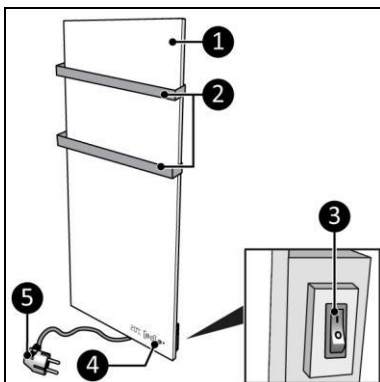
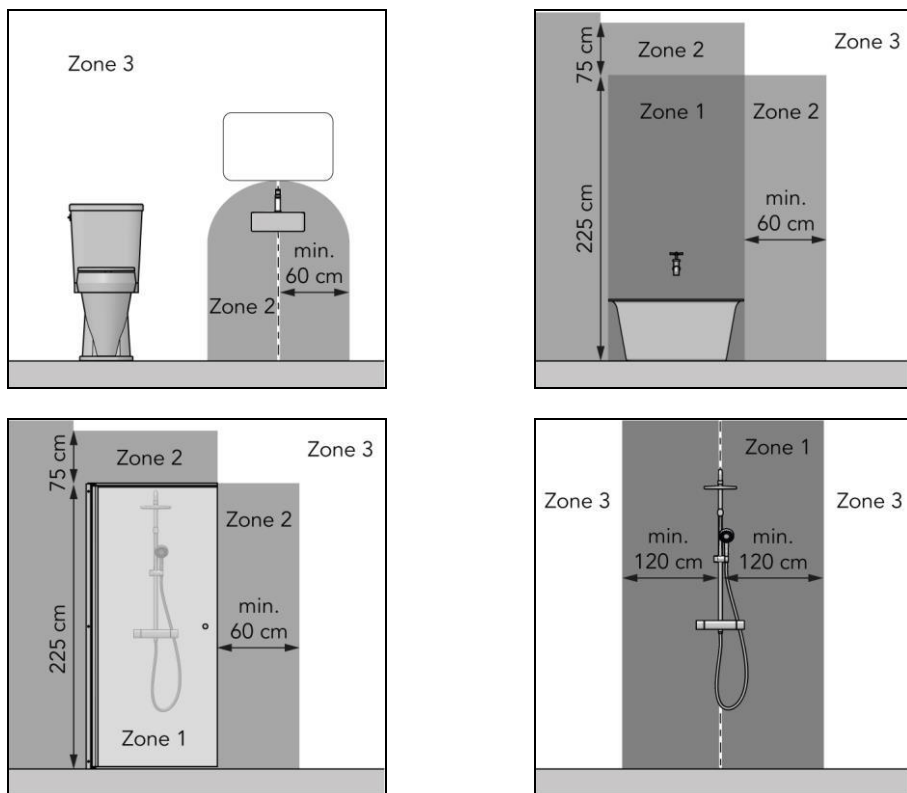

Figura 5
Figura 7
Sani Wi-Fi (Figura 5) este un încălzitor electric pentru baie, ușor de utilizat în zona 3 a băii (Figura 7). Sani Wi-Fi poate fi utilizat cu aplicația Eurom Smart.
- în zona a 3-a a unui grup sanitar sau a unei băi cu cadă, duș cu paravan și duș fără paravan (Figura 7);